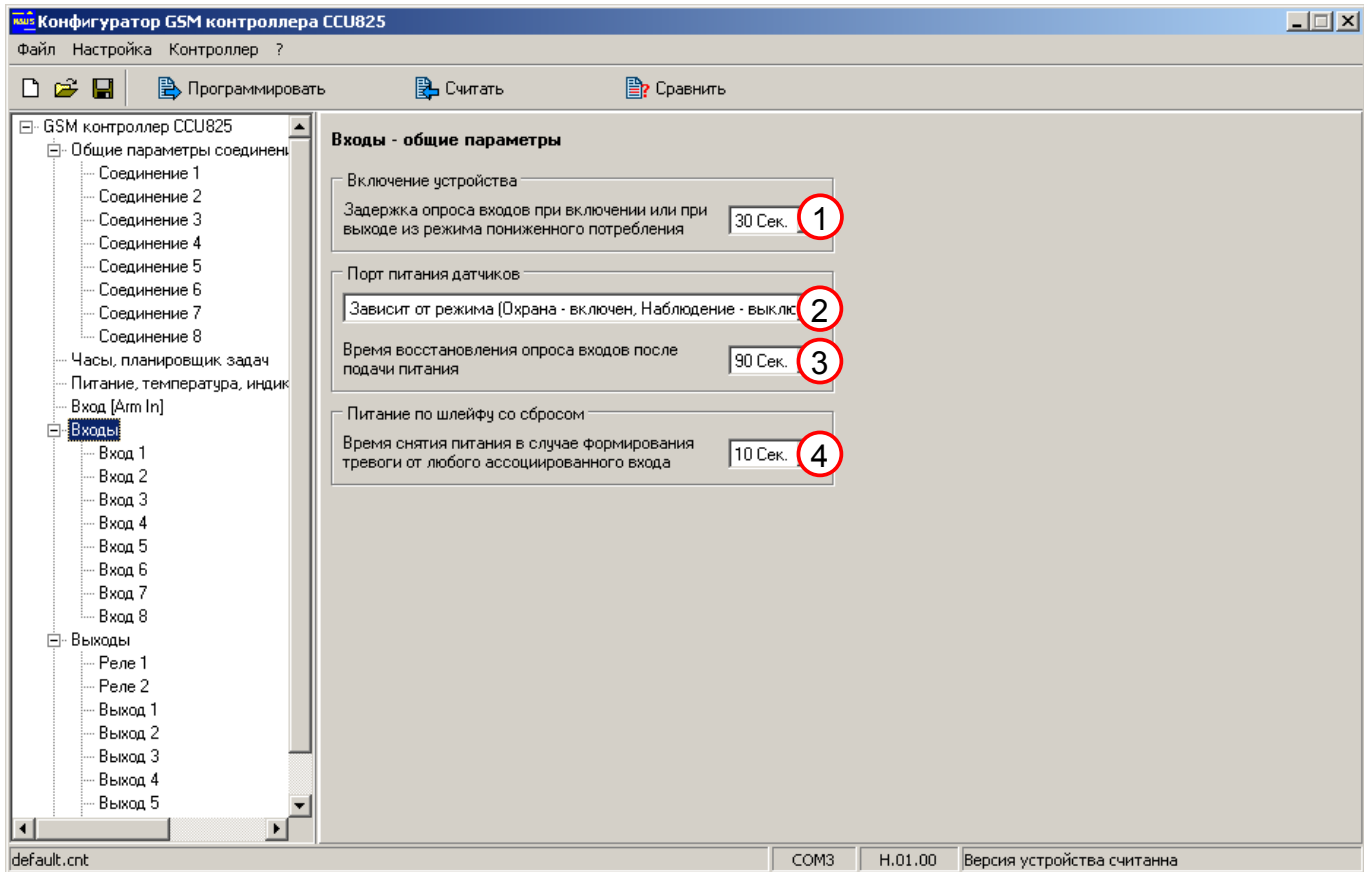

Рисунок 10. Общие параметры входов
Параметр (7): указывает, что датчик питается по шлейфу, для него может применяться алгоритм сброса питания, согласно параметру (3) Рисунок 10.